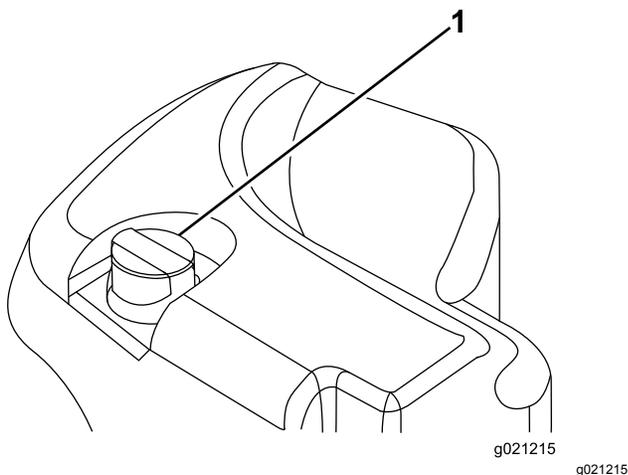

Figura 67
2. Limpe a zona em redor do tubo de enchimento e da tampa do depósito hidráulico (Figura 67).